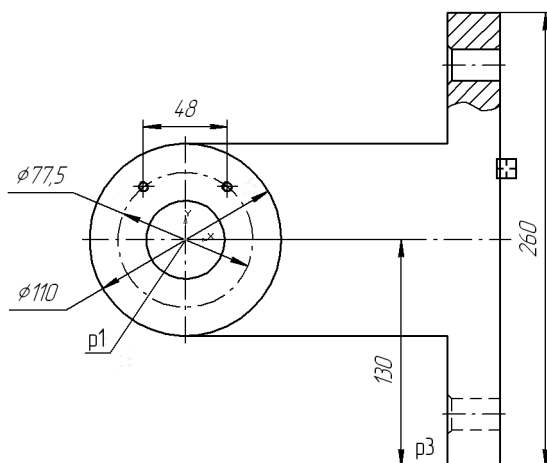

Рис. 51.45.
9. Проставьте вертикальный линейный размер 260 мм. Указывать точки начала выносных линий размера не обязательно. Так как они принадлежат одному отрезку, то удобнее нажать кнопку **Выбор базового объекта** на Панели специального управления и указать курсором любую точку вертикального отрезка, как это показано на рис. 51.45.
Чтобы застраховаться от ошибок в геометрии, бывает полезным проставить некоторые дополнительные размеры, которые являются лишними на данной проекции. Например, для проверки симметричности расположения окружностей относительно опорной пластины, можно проставить вертикальный размер 130 мм между точками р1 и р3 (рис. 51.45). После проверки значения размера проверочный размер можно удалить. Это может помочь вовремя обнаружить возможную ошибку и избежать ее повторения в следующих проекциях детали.